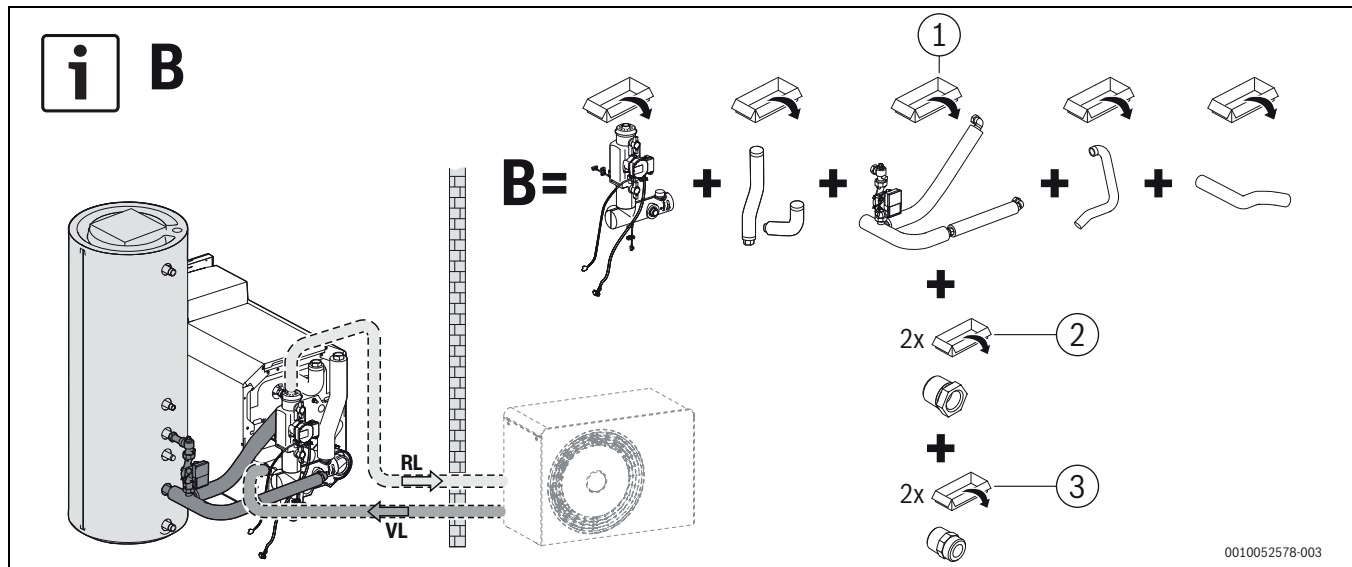
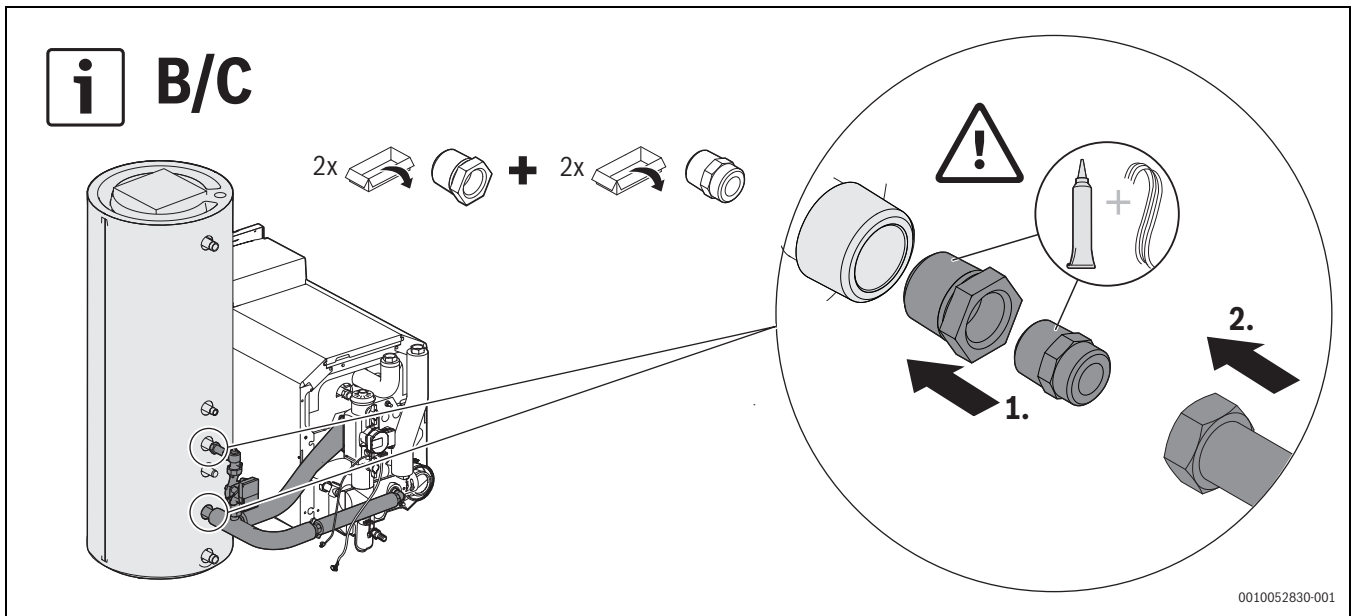

Fig. 8 Collegamento di un bollitore verticale a destra, variante B, illustrazione riferita a titolo di esempio a una caldaia da 18 kW
Fig. 10 Installazione del collegamento di un bollitore verticale, variante B e C
- ▶ Installare il gruppo tubazioni come indicato per la variante prevista (→Fig. 8 – Fig. 10) (→osservare le istruzioni di installazione separate del set di collegamento bollitore); **varianti B, C.**